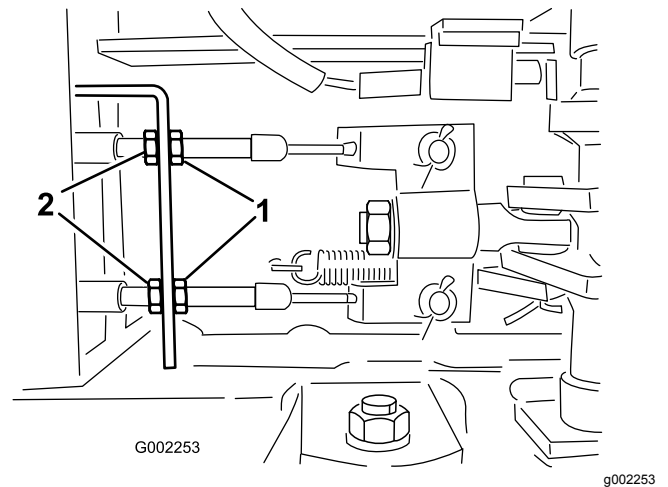

Bild 87
- Schließen Sie das Ablassventil (Bild 87).
5. Lösen Sie die vorderen Muttern an den Bremskabeln unter der Vorderseite des Sprühfahrzeugs (Bild 87).
6. Ziehen Sie die hinteren Muttern gleichmäßig an, bis das Spiel des Bremspedals 1-2 cm beträgt, bevor Sie einen Widerstand spüren (Bild 87).